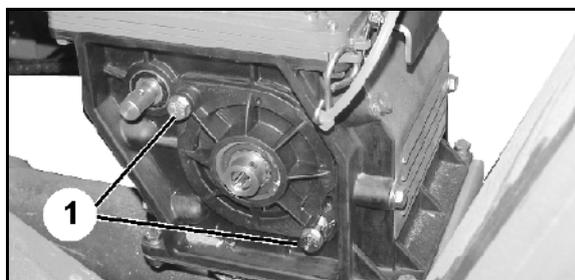

Fig. 69
3. Zwei Schrauben (Fig. 69/1) lösen, nicht abschrauben.